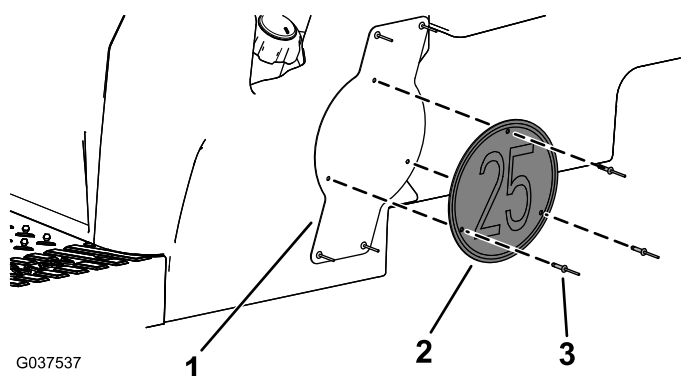

Рисунок 13
8. Установите табличку «Ограничение скорости» на монтажный кронштейн таблички с помощью трех закладных заклепок (3/16 x 29/32 дюйма), как показано на Рисунок 13.